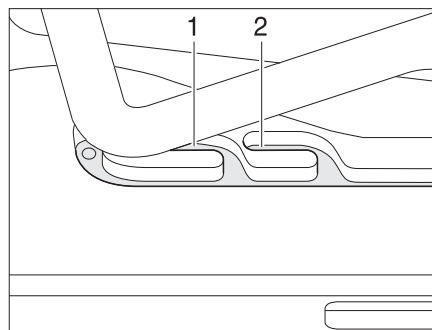
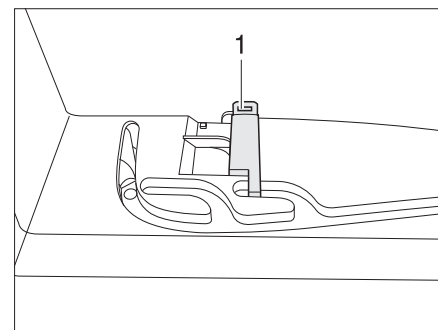

Bild 83 Heki-takluckan i ventilationsläge
Bild 84 Lås ventilationsläge
Heki-takluckan kan ställas i två ventilationslägen: Läget för dåligt väder (Bild 83,1) och mittläget (Bild 83,2). Beroende på modell kan takluckan låsas i mittläget med spärren (Bild 84,1).
- Tryck bygeln lätt uppåt och skjut in den i det valda spåret (Bild 83,1 eller 2) och lås eventuellt.